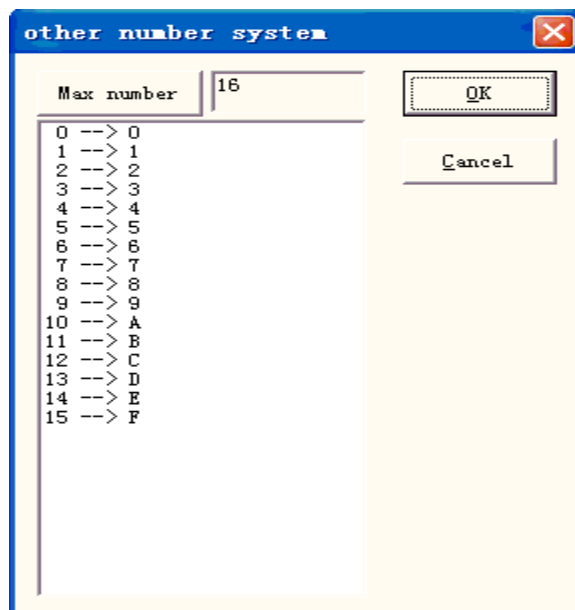

Рис.4-37. Окно диалога определяемой пользователем системы счисления
**Определяемый пользователем:** серийный номер наносится в соответствии с системой, определяемой пользователем, при выборе опции система отображает окно диалога, показанное на Рис. 4-37.